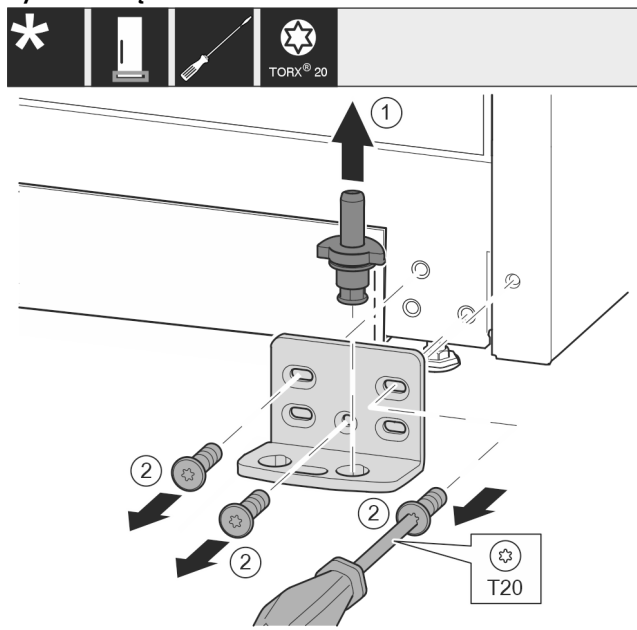

Fig. 12
- Kompletną płytkę zawiasu wyjąć w górę. Fig. 12 (1)
- Śruby wykręcić przy pomocy śrubokręta T20 i zdjąć płytkę zawiasu. Fig. 12 (2)